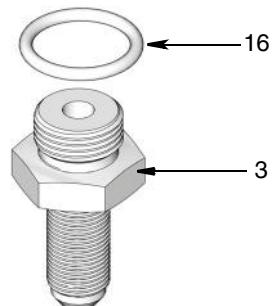

Рис. 3
- Оденьте уплотнительное кольцо (16) на фитинг с перемычкой (3) как указано на Рис. 3.